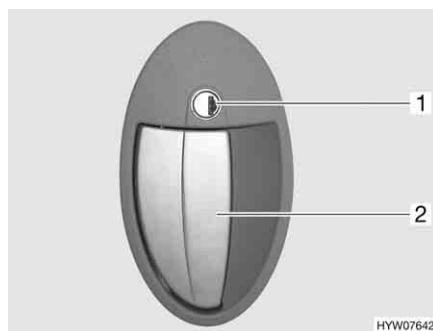

Fig. 53 Serratura della porta, lato esterno
- Inserire la chiave nel cilindro della serratura (Fig. 53,1) e ruotare in senso orario, fino a quando la serratura della porta si sblocca.
- Tirare la maniglia della porta (Fig. 53,2). La porta è aperta.
- Inserire la chiave nel cilindro della serratura (Fig. 53,1) e ruotare in senso antiorario, fino a quando la serratura della porta si blocca.